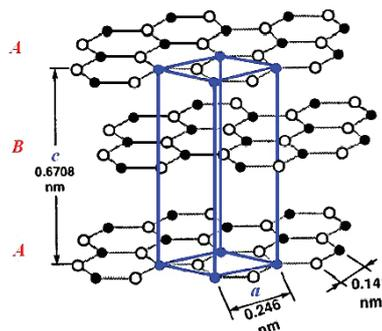

Рис. 7. Строение графита на уровне молекул
3) *Кристаллическая структура на уровне молекул и атомов*. Например, графит на молекулярном уровне состоит из шестигранной решётки (рис. 7).